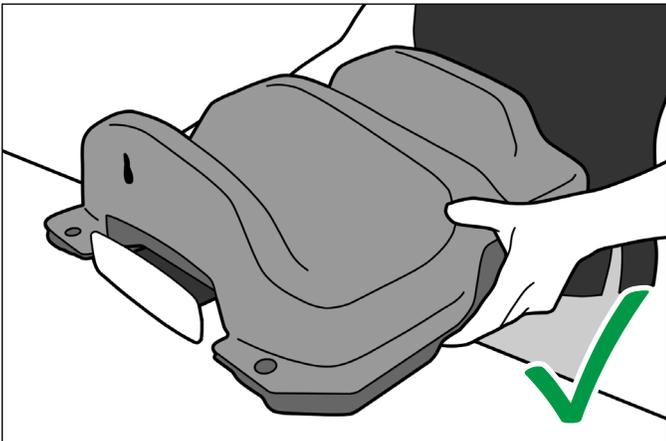
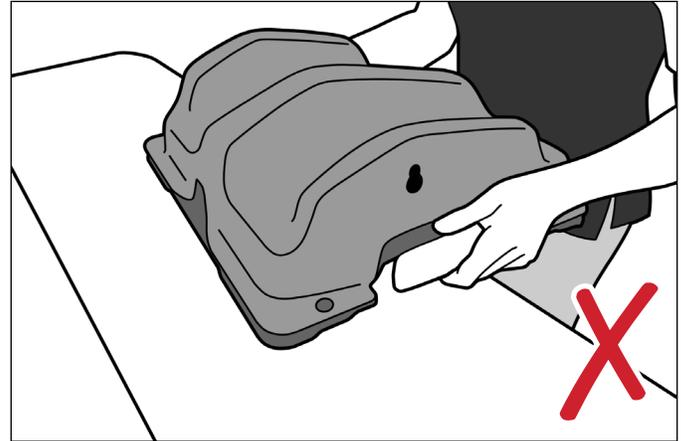

図11
図12
**!注記!** デバイスをスライドロック部分で持ち上げたり運んだりしないでください。(図11、図12)